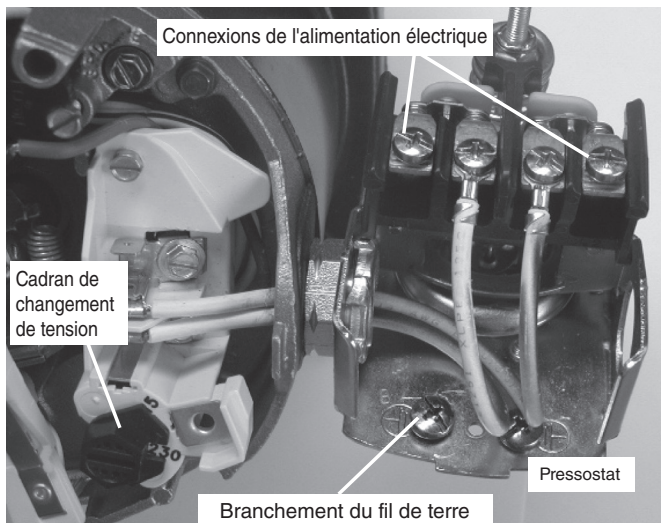

**Figure 4 – Dépose du couvercle d'extrémité du moteur**
1. Brancher le fil de terre comme illustré sur la figure 4. Le fil de terre doit être un fil de cuivre plein au moins aussi gros que les fils d'alimentation électrique.